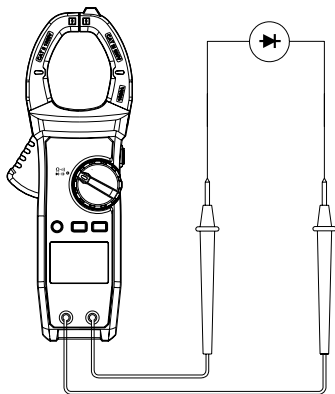

Рис.9 Проверка диода
- 2) Установите переключатель на  $\rightarrow \text{||}$ , нажмите SELECT, для выбора режима проверки диода  $\rightarrow \text{||}$ . Подсоедините щуп красного тестового провода к аноду (+) проверяемого диода, а черный – к его катоду (-) (см. рис. 9).